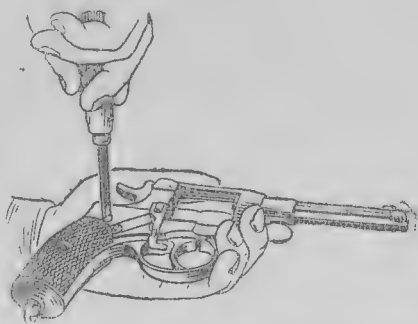

Рис. 30. Как вывинтить соединительный винт
3) вывинтить соединительный винт (рис. 30);